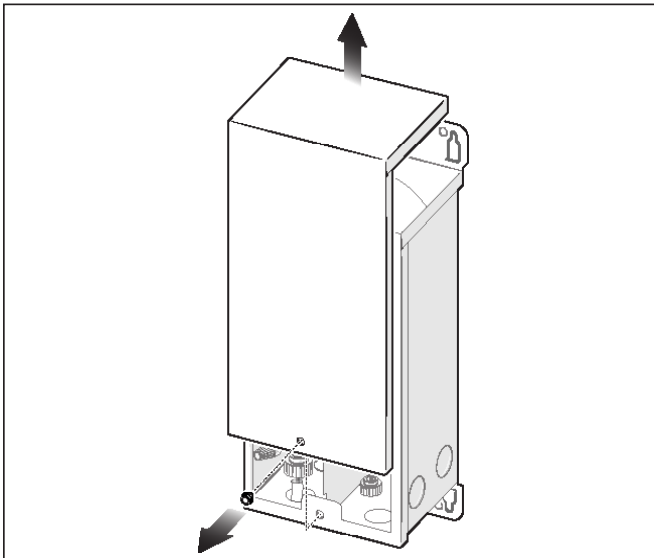

Figura 1. Extraer la tapa del controlador de luces
2. Extraiga el tornillo de la tapa del controlador de luces. Consulte la Figura 1.
3. Tire hacia arriba de la tapa del controlador de luces y extráigala del DCT. Consulte la Figura 1.